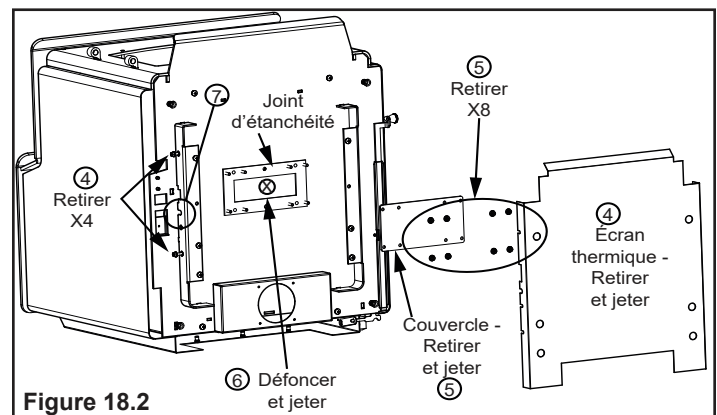

Figure 18.2
3. Couchez l'appareil sur son dos, sur une surface rembourrée ou une palette (**Figure 18.2**).
4. Retirez l'écran thermique en desserrant les quatre boulons à l'aide de la clé ouverte 3/8 (**Figure 18.2**).
5. Retirez les 8 écrous maintenant le couvercle à l'aide de la clé à douille 7/16; jetez le couvercle (**Figure 18.2**).
6. Retirez l'alvéole défonçable du bas de la boîte à feu à l'aide du marteau (**Figure 18.2**).
3. Couchez l'appareil sur son dos, sur une surface rembourrée ou une palette (Figure 18.2 à la page 18).
4. Retirez l'écran thermique en desserrant les quatre boulons à l'aide de la clé ouverte 3/8 (Figure 18.2 à la page 18).
5. Retirez les 8 écrous maintenant le couvercle à l'aide de la clé à douille 7/16; jetez le couvercle (Figure 18.2 à la page 18).
6. Retirez l'alvéole défonçable du bas de la boîte à feu à l'aide du marteau (**Figure 18.2 à la page 18**).